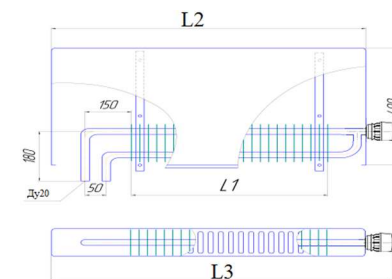
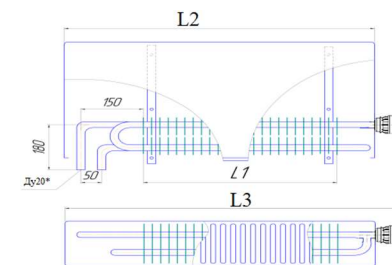

Рис. 1 Конвектор ТЗПО «Универсал НП ТБ»
Рис. 2 Конвектор ТЗПО «Универсал НП ТБ-С»
- 1.3. Конвекторы выпускаются двух типов: КСК «Универсал НП ТБ» и «Универсал НП ТБ-С» в концевом исполнении с патрубками для подвода теплоносителя, расположенными с правой или левой стороны прибора при виде спереди (правое или левое исполнение; см. рис.1 и рис.2), концы присоединительных патрубков гладкие (под сварку) или с резьбой G3/4", с замыкающим участком или без него.